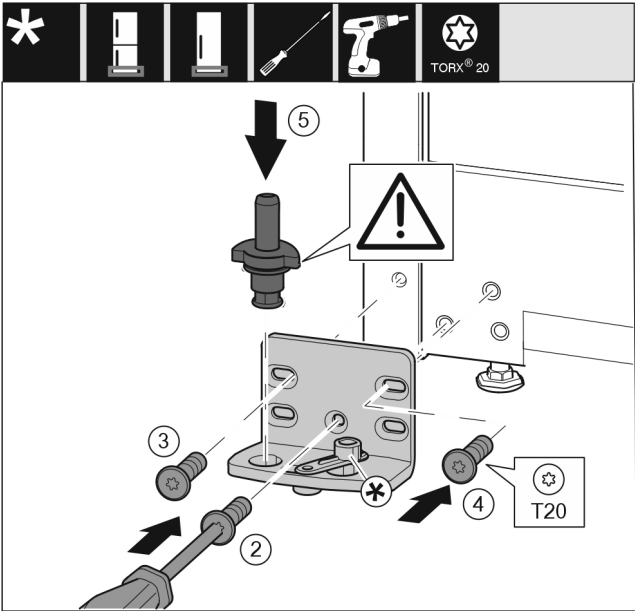

Fig. 18
- ▶ 将托架安装到另一侧，并借助螺丝刀旋紧。用螺钉 Fig. 18 (2)从底部的中心开始。
- ▶ 拧紧螺钉 Fig. 18 (3)和螺钉 Fig. 18 (4)。
- ▶ 将轴承螺栓 Fig. 18 (5)完全装入。同时注意止动凸轮需指向后方。